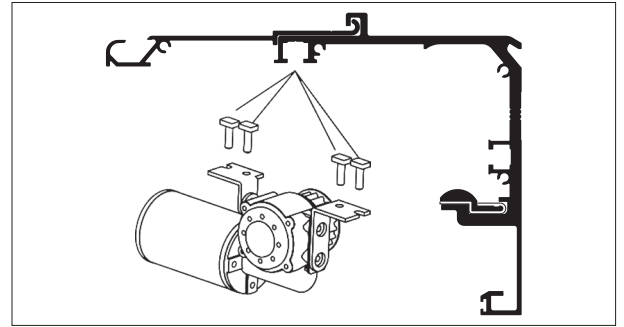

Рис. 5
2. Закрепите мотор в левой части несущего профиля привода (рис. 5).